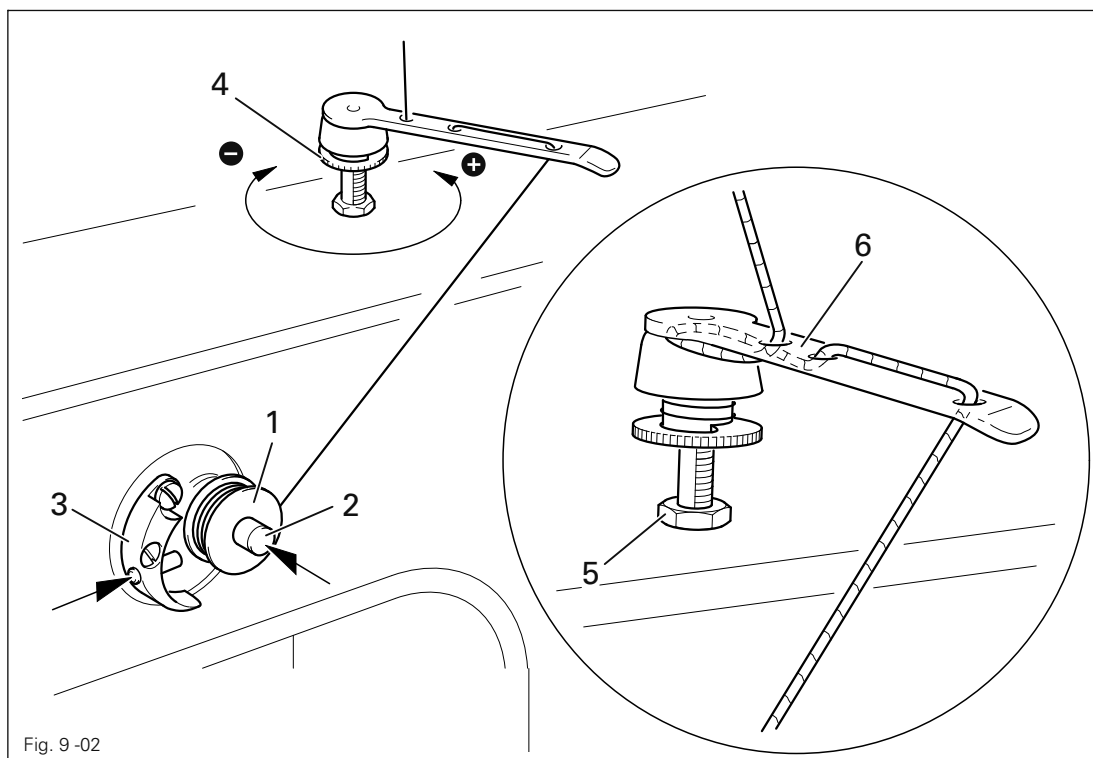

Fig. 9-02
- Enfiler le fil en se référant à la **fig. 9-02**, puis l'enrouler de quelques tours sur la bobine 1, dans le sens des aiguilles d'une montre.